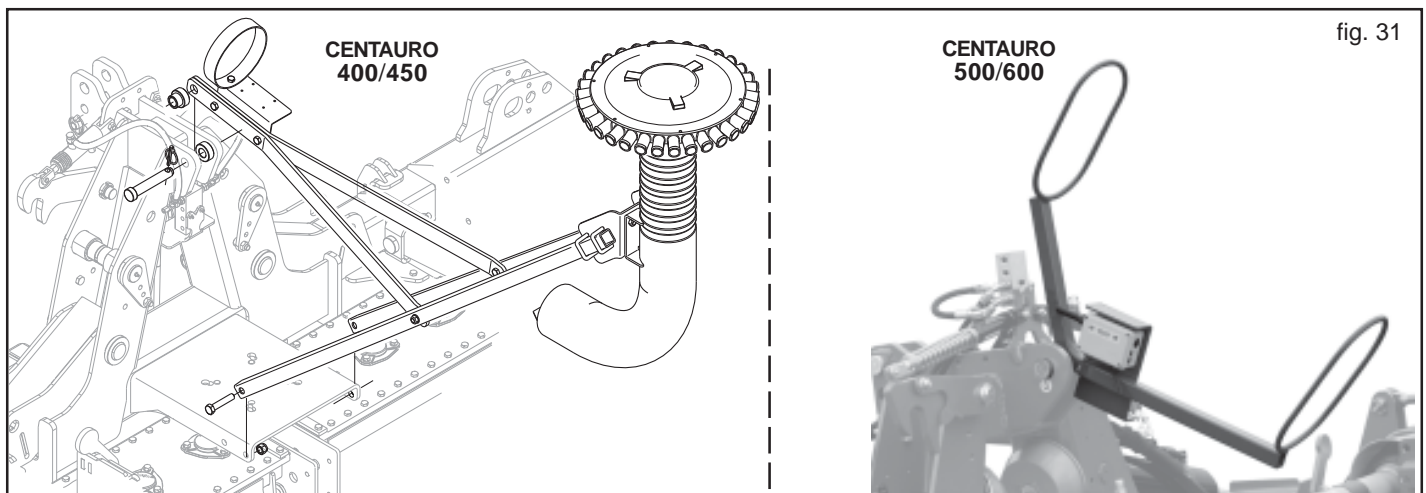

fig. 31
8) Montare posteriormente all'attacco tre punti dell'erpice rotante il guida tubi per il trasporto semi (Fig.31).